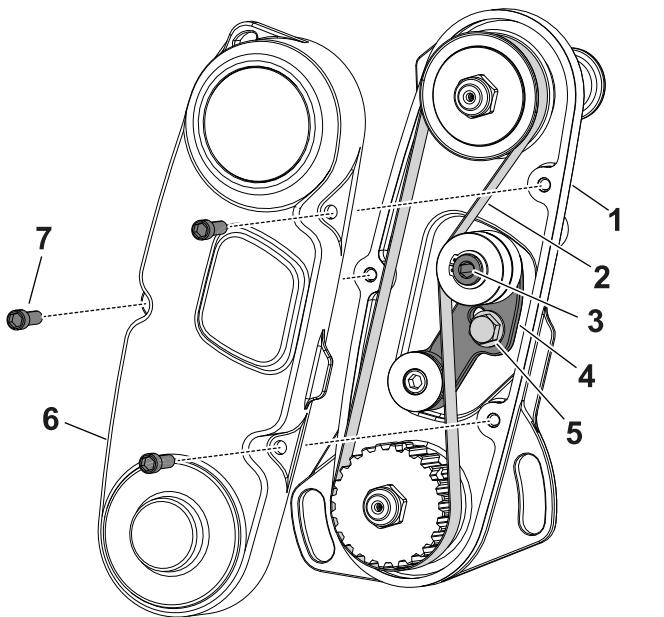

图 15
1. 拆下皮带罩露出皮带 图 15。
2. 拧松怠轮臂螺栓并旋转怠轮臂 图 15 以释放皮带的张紧力。
3. 拆下皮带 (图 15)。
6. 如图 15 所示安装皮带向怠轮臂内六角施加 $4\sim5\text{N}\cdot\text{m}$ 的力张紧皮带。